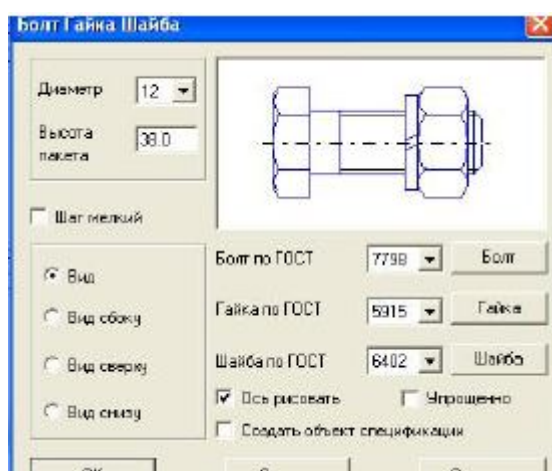

Рис. 3.11. Диалоговое окно *Болт Гайка Шайба*
4. Щелкнуть два раза по изображению соединения болтом. После этого появляется окно задания параметров болтового соединения. В окне необходимо задать необходимый диаметр резьбы и высоту пакета, т.е. суммарную толщину двух соединяемых пластин (рис. 3.11). В открывшемся окне соответствующим выбором кнопок (*Болт*, *Гайка* и *Шайба*), можно задавать изображения различных болтов, гаек и шайб. Для этого нужно выбрать соответствующие стандарты. Можно также получать упрощенное или конструктивное изображение и различные виды соединения.